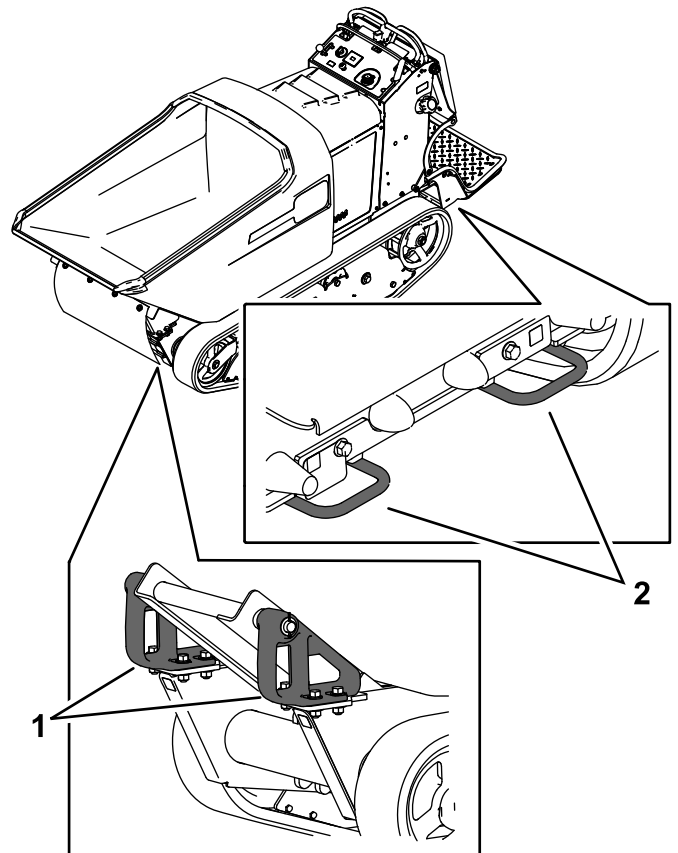

Figure 14
6. Servez-vous des points d'attache en métal de la machine pour arrimer solidement la machine sur la remorque ou le véhicule utilitaire avec des sangles, des chaînes, des câbles ou des cordes (Figure 14).